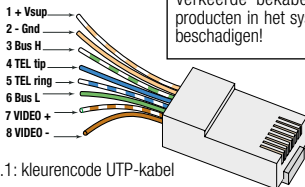

fig.1: kleurencode UTP-kabel
- UTP-kabel met RJ45-connectoren aan beide kanten (kleurencode, zie fig.1).